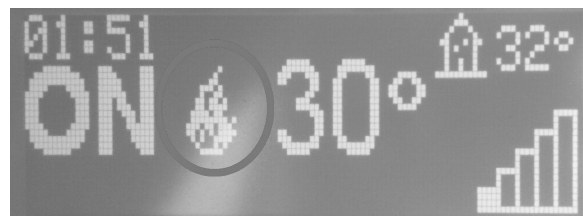

Fig. 4 - Llama pequeña
- Si el valor de la temperatura ambiente supera el límite establecido por el teclado en el set de temperatura, la potencia calórica se pone en el mínimo, visualizando la **llama pequeña** (ver **Fig. 4**). Cuando la temperatura vuelve a estar por debajo de la temperatura configurada, la estufa regresa a la potencia configurada.